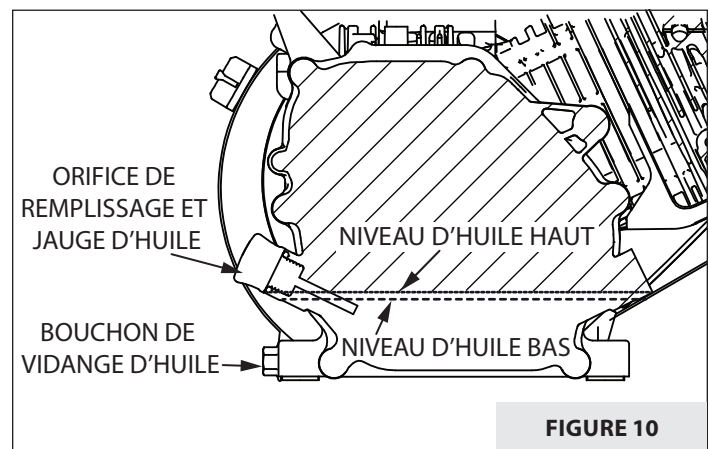

FIGURE 10
2. Dévisser le bouchon de vidange d'huile et vidanger l'huile dans un récipient approprié. Éliminer l'huile comme il se doit. **VOIR FIGURE 10.**
3. Remonter le bouchon de vidange. Retirer la jauge d'huile (le cas échéant) ou le bouchon de remplissage d'huile. **VOIR FIGURE 10.**
4. Remplir avec une huile qui convient jusqu'au repère supérieur ou FULL de la jauge d'huile, sinon jusqu'en haut du filetage de l'orifice de remplissage d'huile. **VOIR FIGURE 10.**